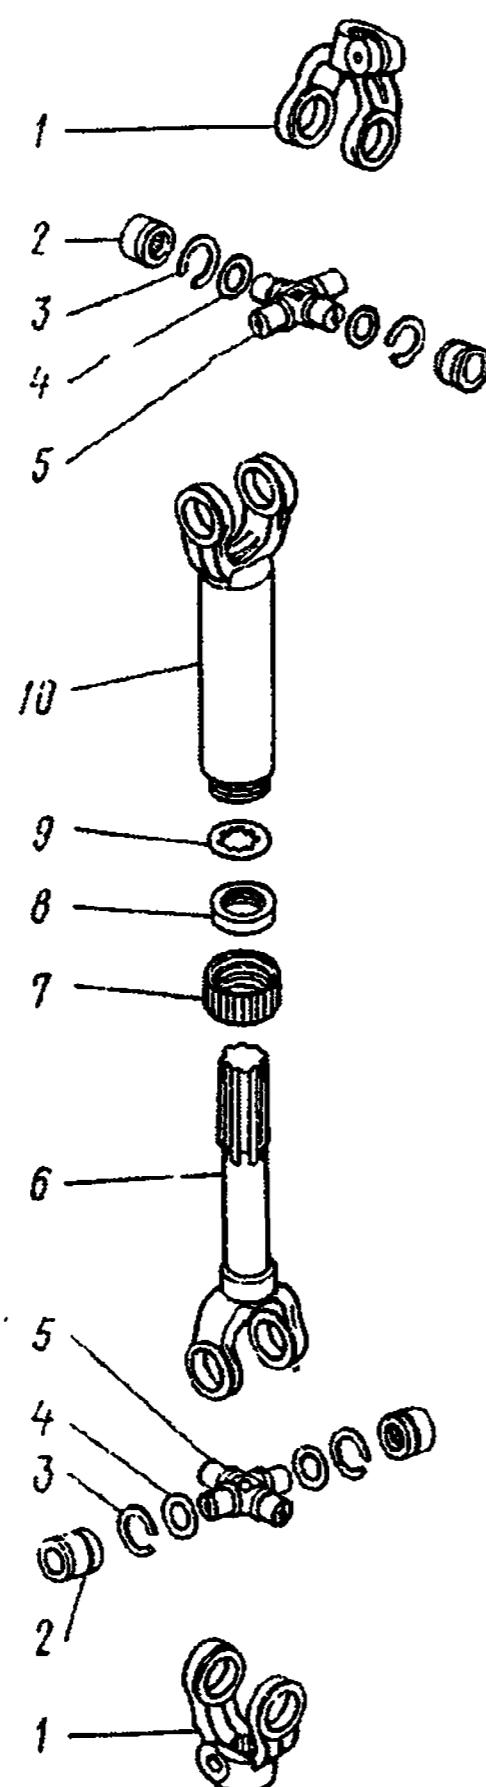

Рис. 279. Вал карданного рулевого управления:
1. Отверните обойму 7 (рис. 279) уплотнительного кольца 8, выньте шлицевой стержень 6 в сборе с шарниром из втулки 10, выньте упорное кольцо 9 и уплотнительное кольцо 8